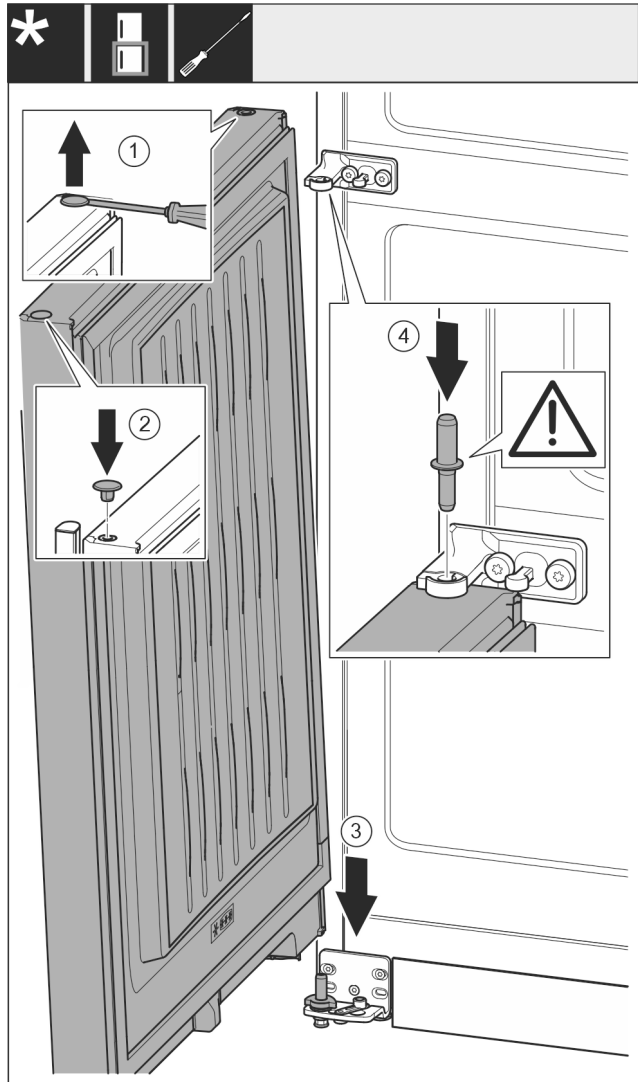

Fig. 29
- ▶ За допомогою шліцевої викрутки обережно підніміть пробку та витягніть її. Fig. 29 (1)
- ▶ Знову вставте пробку з іншого боку дверцят. Fig. 29 (2)
- ▶ Встановіть дверцят зверху на нижній опорний гвинт. Fig. 29 (3)
- ▶ Середній опорний гвинт встановіть в нижні дверцят через середній опорний кронштейн. При цьому виступ фіксатора повинен бути спрямований назад. Fig. 29 (4)